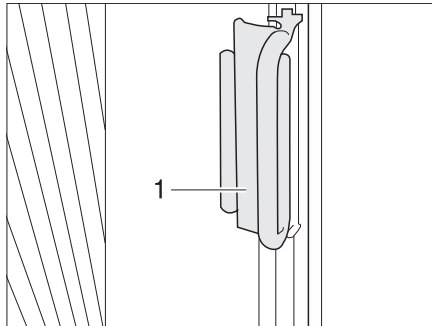

Bild 86 Plisségardiner för förar- och passagerarfenster
- Håll i plisségardinernas handtag (Bild 86,1) och dra dem försiktigt framåt tills magnetlåset håller plisségardinen stängd.
- Skjut handtaget (Bild 86,2) på avsatsen. Plisségardinen är säkrad.